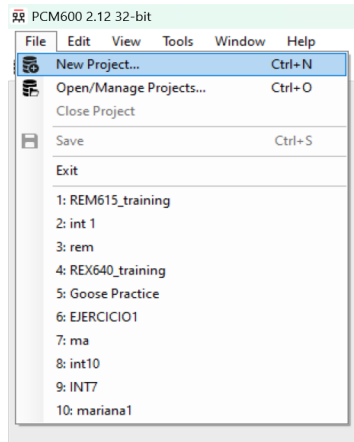

Imagen 17_Ventana de proyectos.
- 1.3 Creamos un nuevo proyecto, seleccionando “file - new project”, **Imagen 17**.